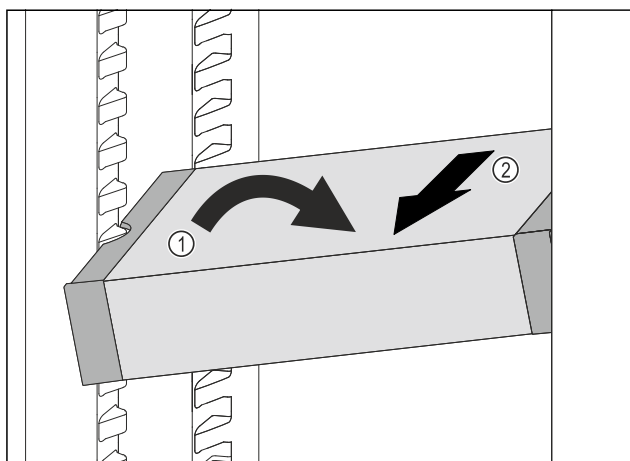

Fig. 112
- VarioSafe postavte v chladničce šikmo. Fig. 112 (1)
- VarioSafe odeberte směrem dopředu. Fig. 112 (2)